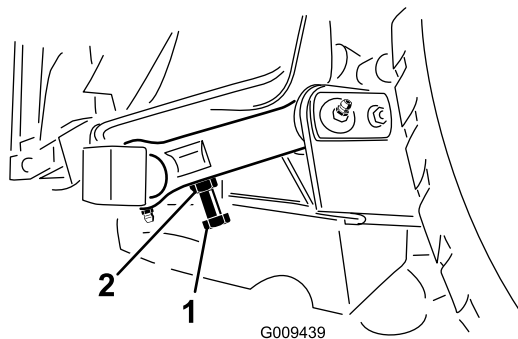

Figura 29
3. Para ajustar la distancia, localice el perno de ajuste del acoplamiento basculante trasero de la unidad de corte (Figura 29).